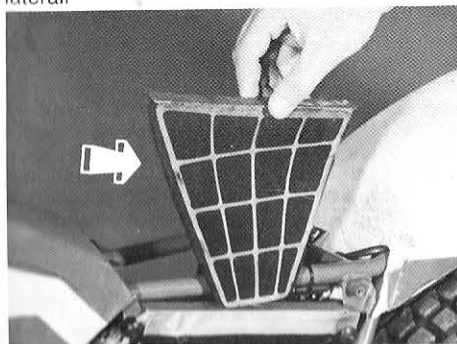

Fig. 29 - Filtro aria
- Sfilare la paratia porta filtro dalla cassetta di aspirazione (Fig. 29).